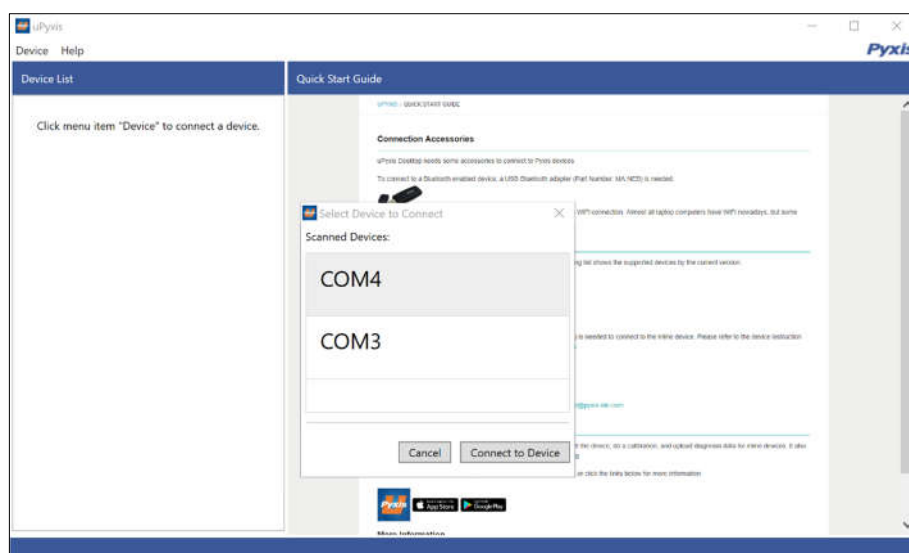

图 10 选择通讯端口
- 4) 选择通讯端口进行连接（通常只有一个通讯端口可被 uPyxis 识别，如图 10 所示。如若在选择下拉菜单中出现一个以上的通讯端口，用户可尝试选择每一个端口进行连接，看看是否可以连接。或者用户可以使用 Windows 设备管理器来识别 Pyxis USB 适配器所使用的通讯端口）